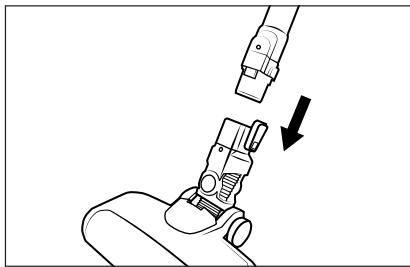

Fig. 2
- 2) Glissez le tube d'aspiration ②3 dans la brosse de sol ②1 jusqu'à ce qu'il s'enclenche de manière audible avec un clic (voir fig. 2).